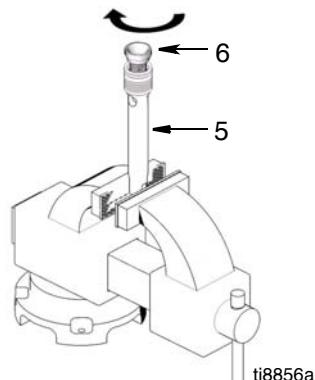

Рис. 11
6. (Рис. 11) Установите клапан поршня (6) на шток поршня (5). Затяните с усилием 55 +/- 3 фут на фунт (74,57 +/- 4 Н•м).